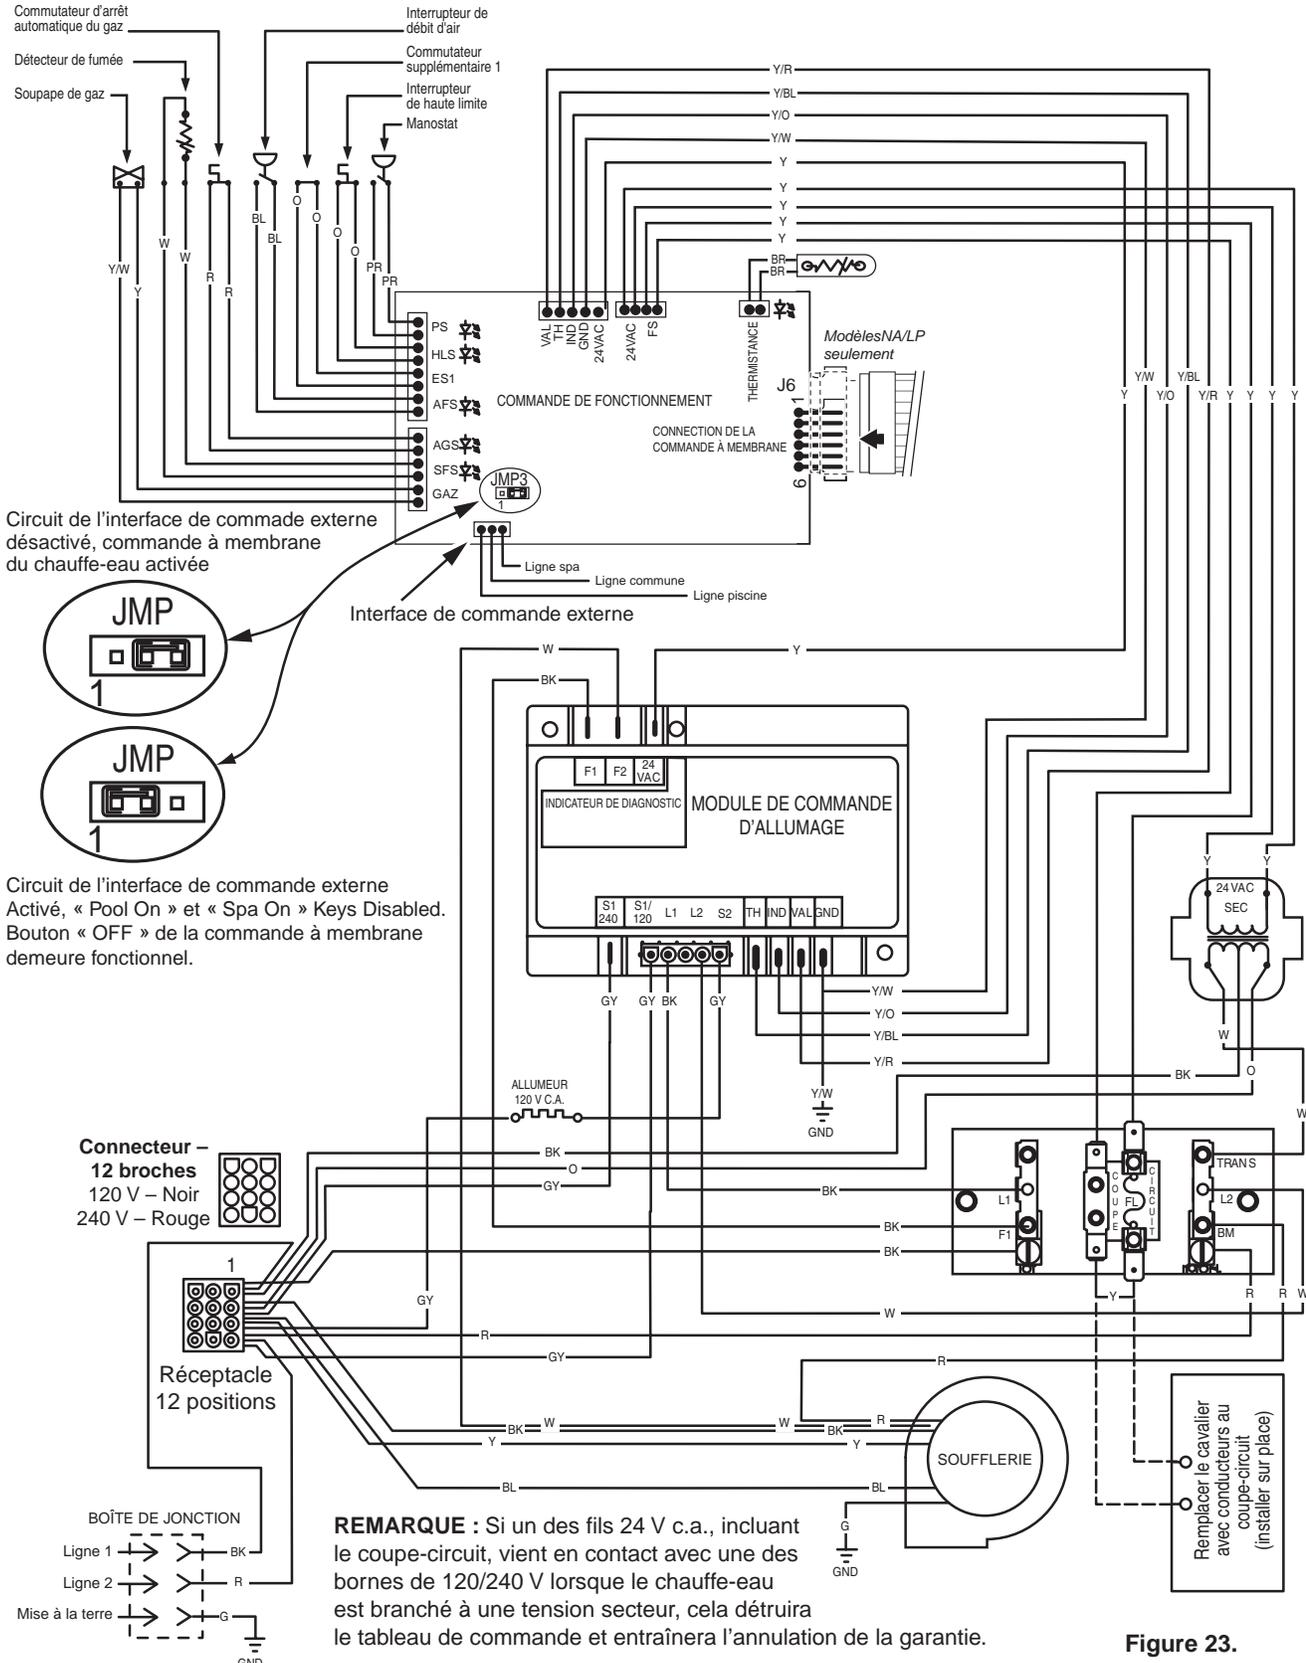

Figure 23.
- Brancher les fils entre les terminaux du tableau de commande sur le chauffe-eau et les relais électriques externes, tel qu'indiqué dans la figure 23. Utiliser au moins 2 relais par chauffe-eau, afin de permettre un réglage hors tension sur chaque mode de chauffage. Sélectionner les relais qui peuvent utiliser un interrupteur à niveau. NE PAS câbler les terminaux du coupe-circuit avec une tension secteur.
- Déplacer le cavalier (tel qu'indiqué sur la figure 23) pour activer la commande externe et pour désactiver la/les touche(s) « Pool ON » et « Spa ON » sur la commande à membrane (la touche « OFF » de la commande à membrane demeure active).